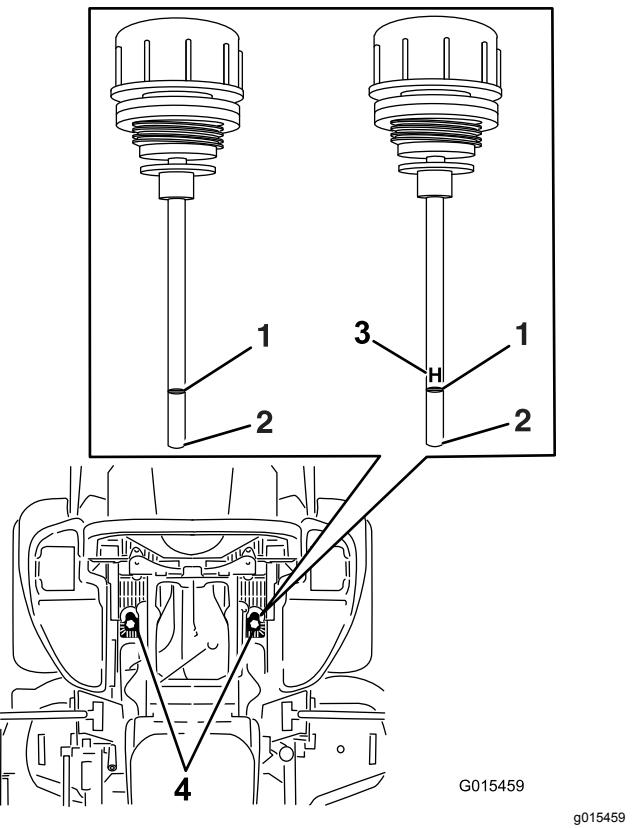

Figure 86
6. Nettoyez la surface autour des jauge des réservoirs du système hydraulique (Figure 86).
7. Sortez une jauge du réservoir hydraulique (Figure 86).
9. Ressortez la jauge et examinez l'extrémité (Figure 86).